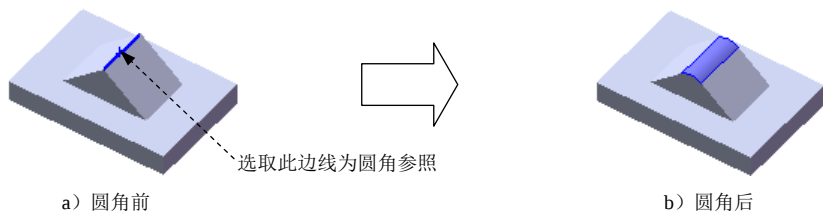

图 7.7.18 圆角 1
Step4. 创建图 7.7.18 所示的零件特征——圆角 1。选择下拉菜单 **插入(I)** → **特征(F)** → **圆角(U)...** 命令；选取图 7.7.18a 所示的边线为圆角参照。在 **圆角参数(P)** 区域的  文本框中输入圆角半径值 1.5，其他参数采用系统默认设置值；单击  按钮，完成圆角 1 的创建。